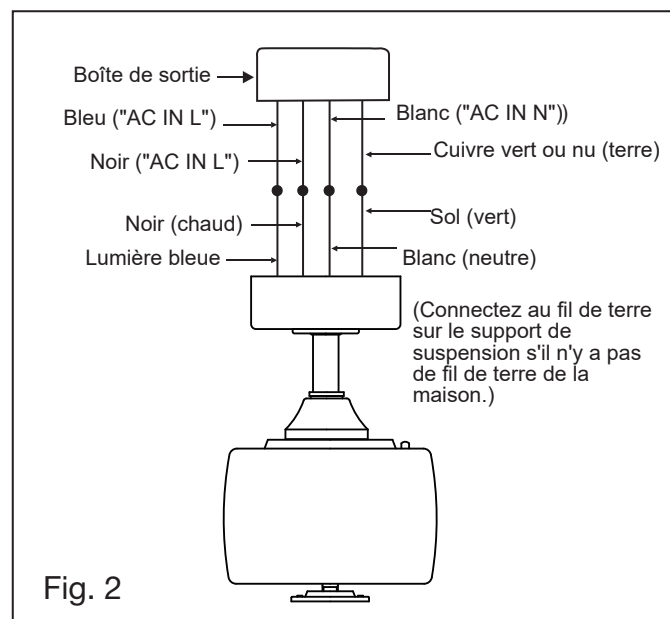

Fig. 2
- 1 Connectez le fil d'alimentation du ventilateur (noir) au fil d'alimentation domestique noir comme illustré à la Figure 2.
- 2 Connectez le fil d'alimentation du ventilateur (bleu) au fil d'alimentation domestique bleu comme illustré à la Figure 2.
- 3 Connectez le fil neutre du ventilateur (blanc) au fil blanc neutre du foyer (Figure 2).